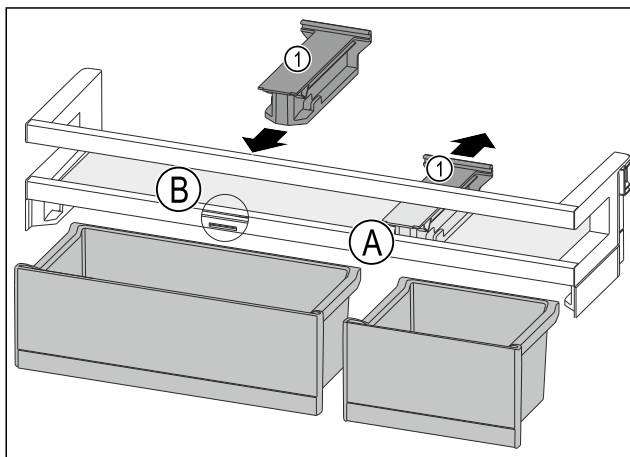

Fig. 156
- Largoni nga prapa pjesën mbajtëse Fig. 156 (1) në pozicionin Fig. 156 (A).
- Vendosni pjesën mbajtëse Fig. 156 (1) në pozicionin Fig. 156 (B).